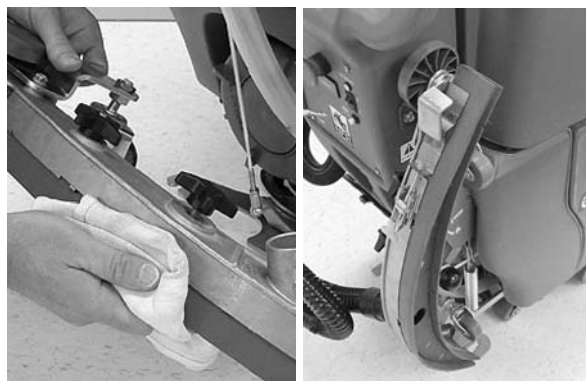

FIG. 49
- Essuyez les lames du racloir. Lorsque la machine n'est pas utilisée, soulevez du sol le bloc de racloir ou suspendez-le sur la bride d'entreposage (Figure 49).